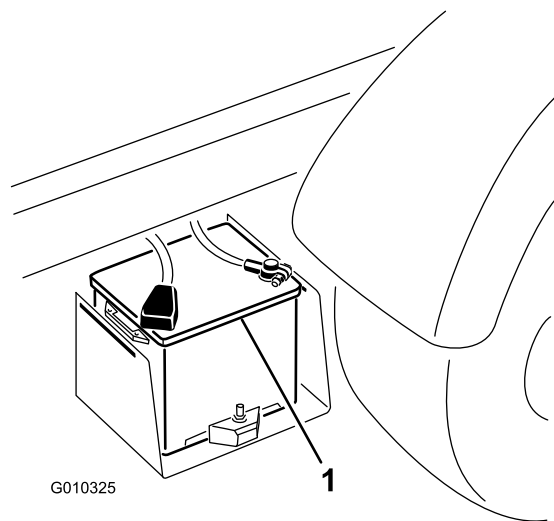

図 53
2. 2 台のバッテリーのプラス (+) 端子同士をブースタ・ケーブルでつなぐ(図 53)。端子を必ず確認すること； バッテリー・カバーの「+」の印で確認できることが多い。